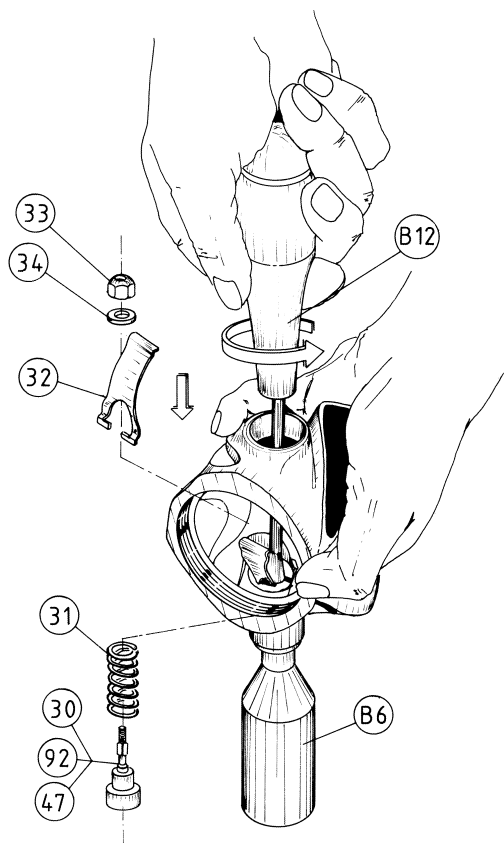

FIG. 2
18. Posicione la caja 2° Etapa (32) en la llave especial (B-6) (Fig. 2).
19. Presione ligeramente y destornille la tuerca de regulación de la leva (33) con la llave especial (B-12) a través del orificio de la caja de la 2° Etapa (Fig. 2).
20. Quite de la caja 2° Etapa (32) la tuerca de regulación de la leva (33), la arandela (34), la válvula de la 2° Etapa completa y el muelle (31) (Fig. 2).